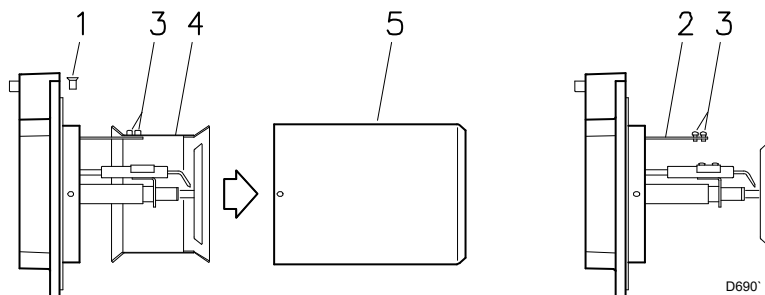

Fig. 8
4.5 Fixação do queimador à caldeira (Fig. 8)
- Desaparafusar os parafusos (1) (Fig. 8) e desmontar o tubo de fogo (5)
- Desaparafusar os parafusos (3) e retirar o obturador (4)
- Aparafusar os parafusos (3) no suporte (2)
- Voltar a montar o tubo de fogo (5) e fixá-lo com os parafusos (1)